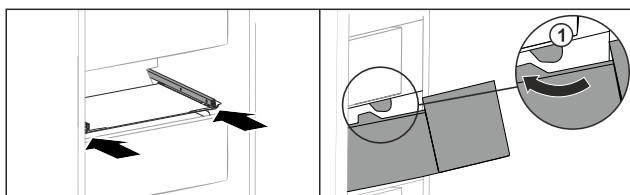

Fig. 198
- ▶ Vedte zásuvku podél zářávek Fig. 198 (1).